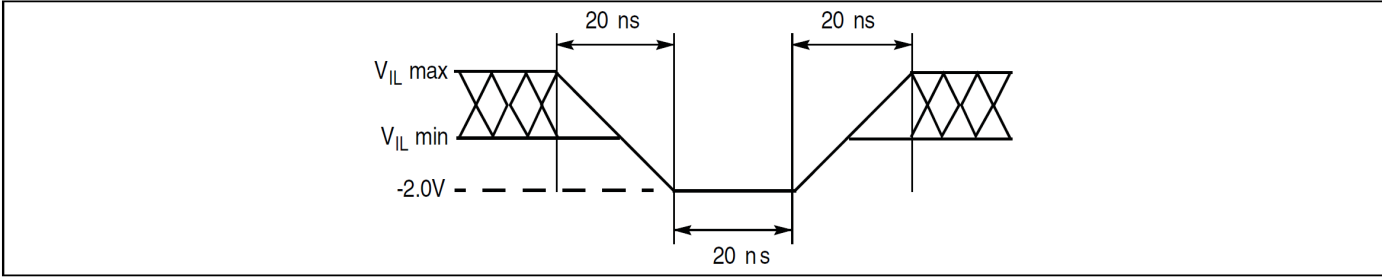
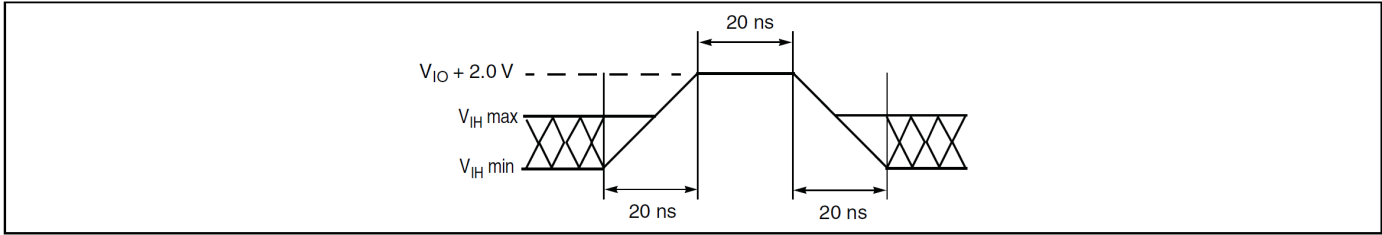

图 11 最大负过冲波形
图 12 最大正过冲波形
98. 输入或I/O引脚上的最小DC电压是-0.5 V。在电压转换期间，输入或I/O引脚可能低于V_{SS}，降到-2.0 V，时间最长为20 ns。请参见图11。输入或I/O引脚上的最大DC电压是V_{CC} + 0.5 V。在电压转换期间，输入或I/O引脚可能升到V_{CC} + 2.0 V，时间最长为20 ns。请参见图12。